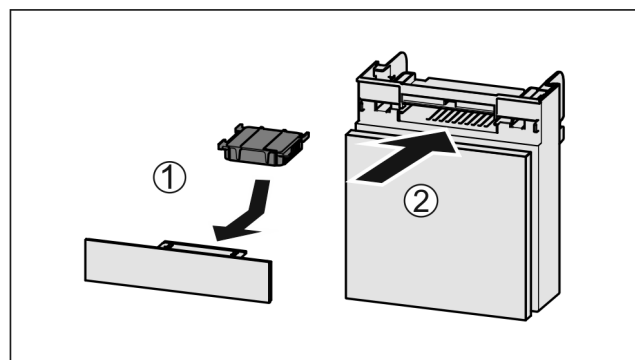

Fig. 237
- Filtr s aktivním uhlím vložte podle vyobrazení Fig. 237 (1).
- Zásuvku zasuněte Fig. 237 (2).